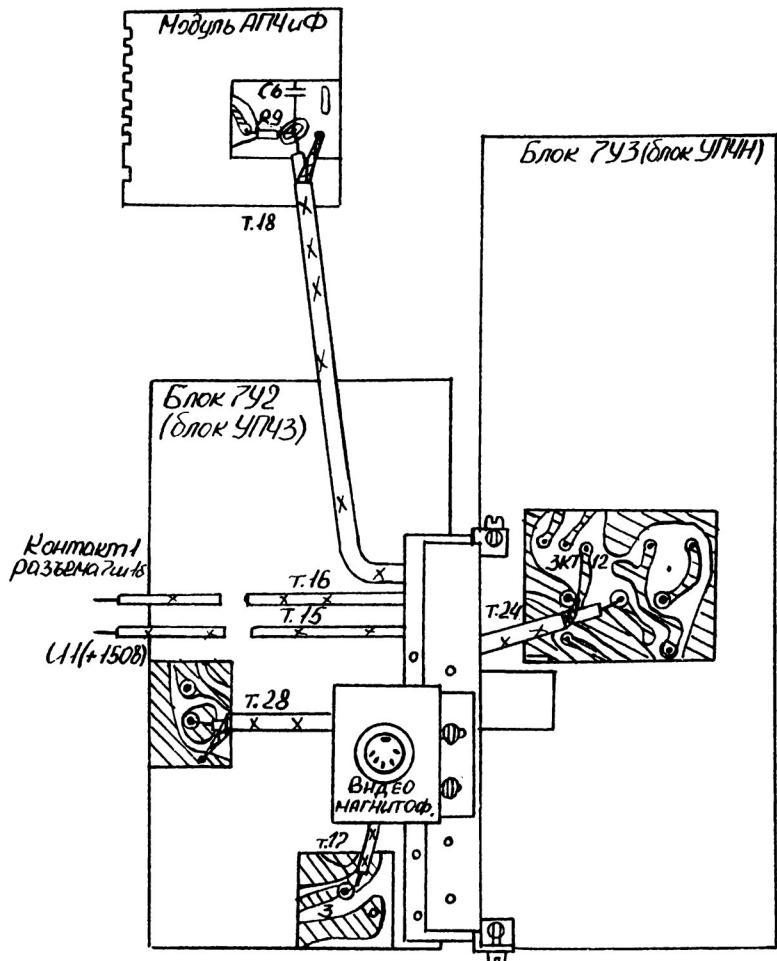

Рис.1. Соединение устройства сопряжения видеомагнитофона с телевизорами „Электрон-701”, „Рудин-401-1”.
6. Установить и вмонтировать устройство сопряжения в телевизор согласно рис. 1, используя для установки 2 винта, которыми УПЧИ крепится к шасси телевизора.